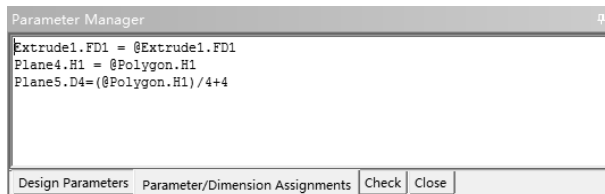

图 2-110 参数尺寸指定
- ✧ **Parameter/Dimension Assignments (参数尺寸指定)**: 用于定义赋值表达式, 以实现用设计参数驱动几何体模型尺寸, 如图 2-110 所示。赋值表达式具有“参数=表达式”的形式, 等式左边的参数可以是草图尺寸、特征尺寸或辅助变量, 右边表达式是由+、-、*、/、()、数值常量、草图尺寸、特征尺寸或辅助变量等构成的数学运算表单时, 引用设计参数时需用前缀@。